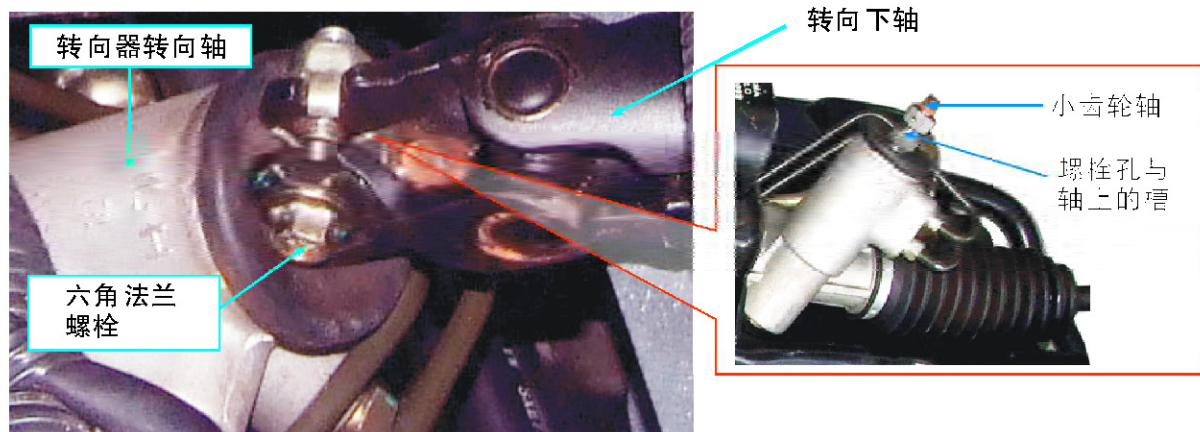

图6-18 转向下轴与转向器转向轴的安装
3. 将转向球头的下端送进小齿轮轴（将螺栓孔与轴上的槽对齐），松松地套上下部连接螺栓。（见图6-18所示）。确认下部连接螺栓可靠地装入小齿轮轴的槽内。
4. 拉动转向管柱叉球头确认万向节球头节叉安装到位，然后安装连接螺栓并将它拧紧至规定力矩（见图6-18）。